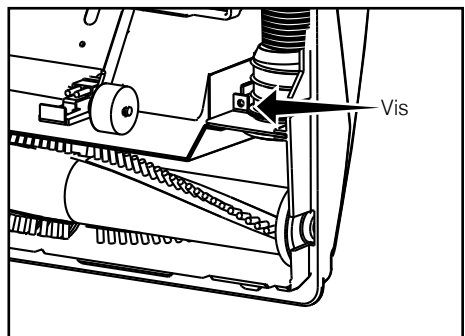

Fig. 3
- Retournez l'aspirateur et retirez le plateau inférieur (voir page 18). Retirez une vis à la base du tuyau de la buse (Fig. 3). Retirez tout élément provoquant l'obstruction et remplacez la vis. Réinstallez le plateau inférieur.